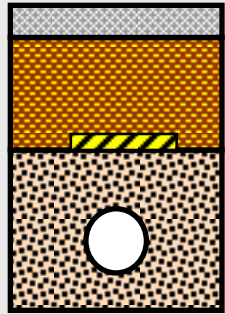

Figura 1
- En las zonas abiertas, como por ejemplo zonas verdes, peatonales y/o vehiculares, en donde se ubique tuberías bajo la superficie que conduzcan gas, es recomendable instalar una banda plástica preventiva que anuncie “TUBERÍA DE GAS” por lo menos a 30 centímetros por encima de ellas, esto con el fin de evitar su ruptura con los elementos que puedan perforarla en caso de realizar nuevas excavaciones o mantenimientos. Ver figura 1.